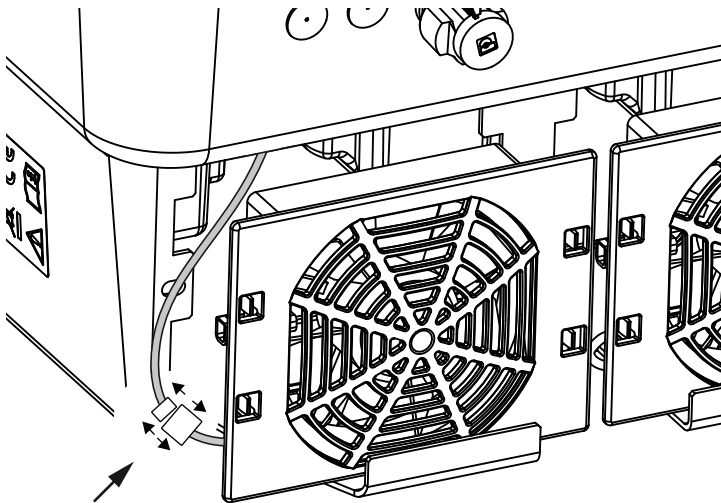

Fig. 54: Remova o cabo do ventilador
4. Retire completamente a unidade de ventilação da caixa. Para isso, desligue o conector do cabo do ventilador. **Fig. 54**